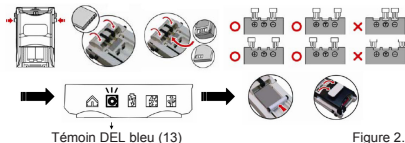

Figure 2.1
Mettez en contact les connecteurs de charge de la batterie jusqu'à ce que le témoin DEL bleu (13) s'allume ; attachez ensuite la batterie à la barre de fixation du plateau arrière (8) ou au couvercle (10) (veuillez vous référer à la figure 2.1).